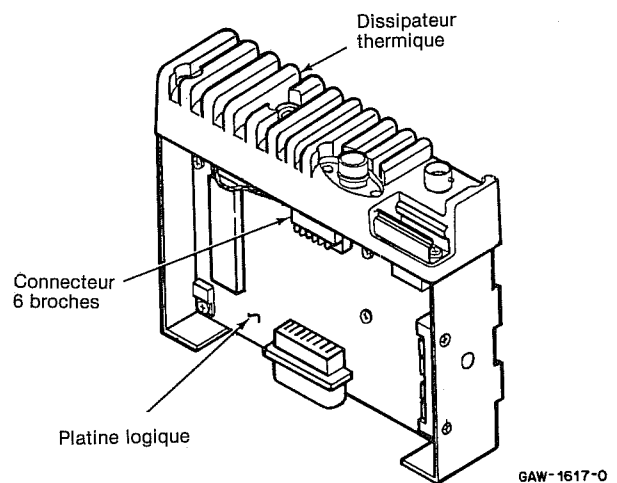

Figure 11
(1) Debranchez le connecteur six broches de la platine de commande (voir figure 11).